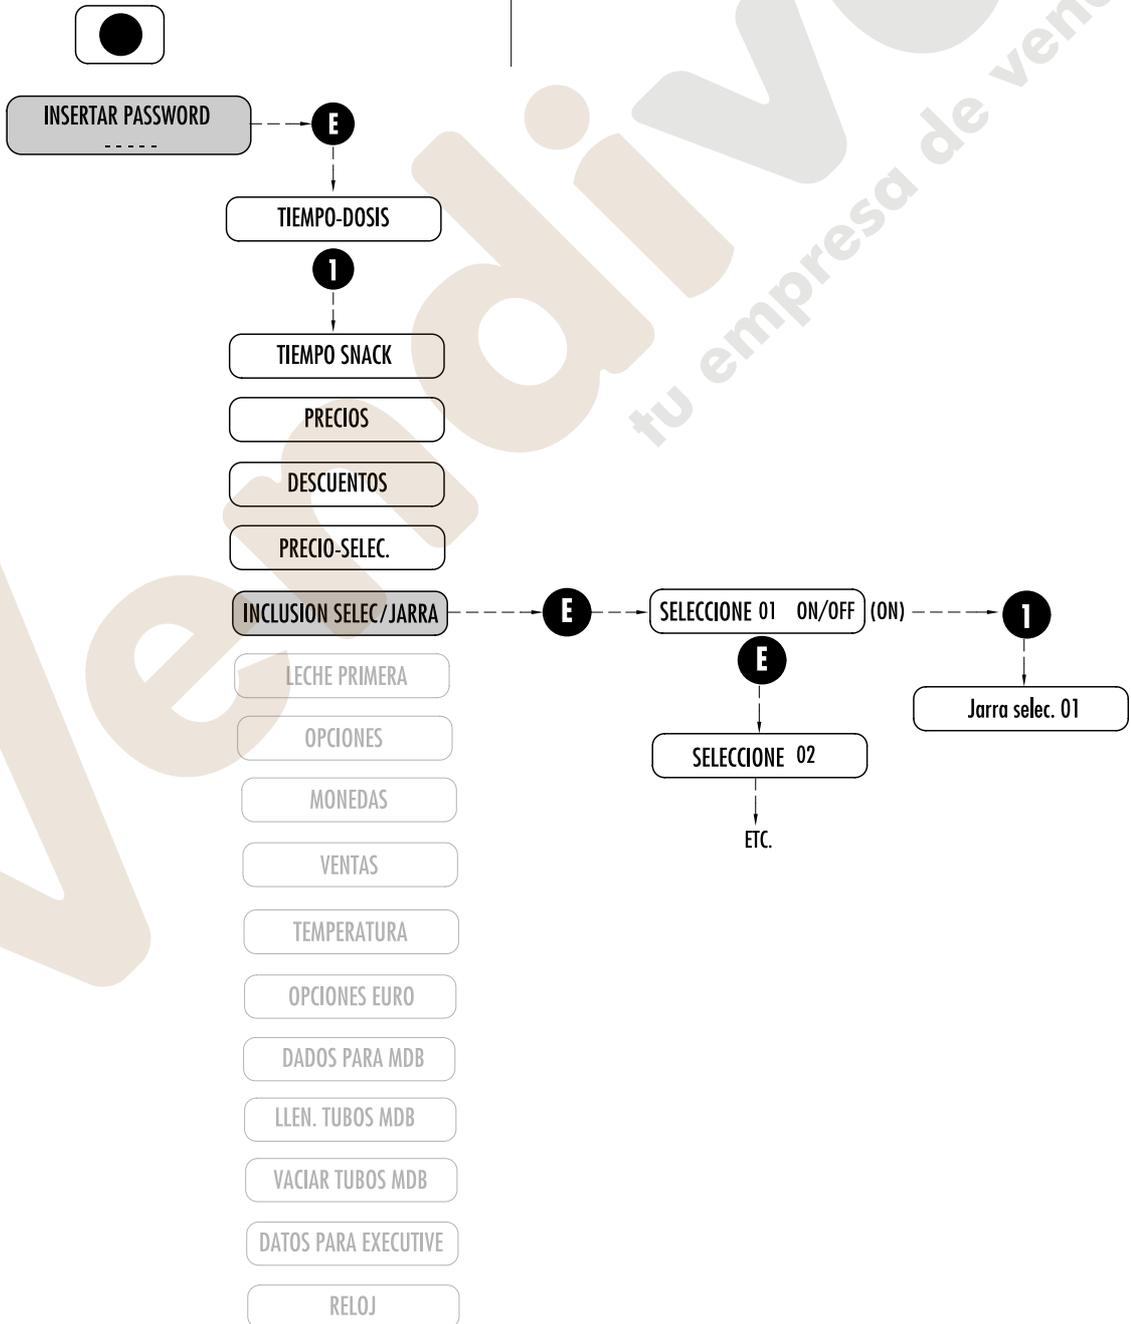

Fig. 7.9
**7.2.6 INCLUSIÓN DE SEL/JARRA (Fig.7.9)**